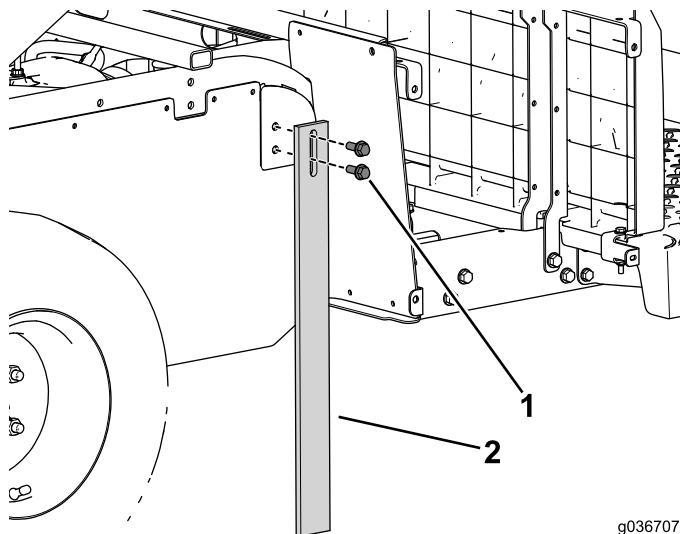

図 14
3. 車体左右にサポート脚を取り付けるフランジボルト4本を使用する図 14。